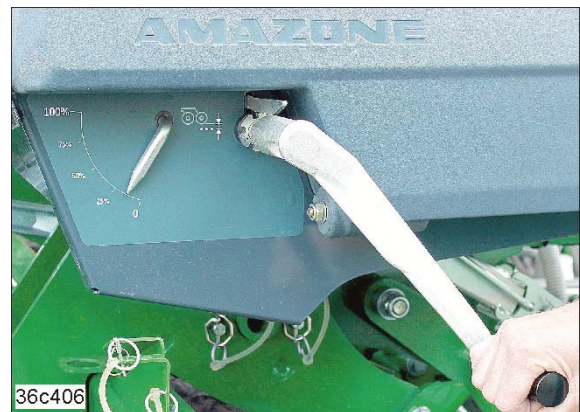

Fig. 180
2. Still inn sågodsleggedybden med den sentrale nøkkelen (Fig. 180), se kap. "Sågodsleggedybde", side 79.